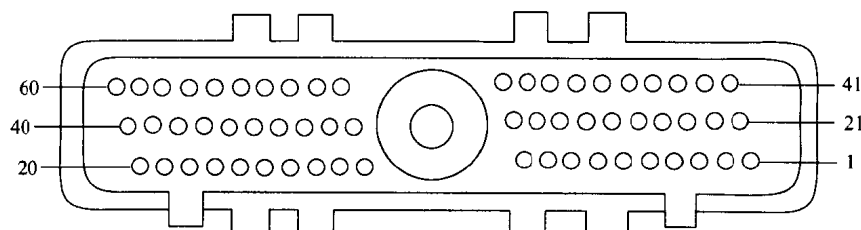

图 1-2
(1) 2.3L 发动机 (图 1-2)
(1) 加热型氧传感器应从“浓”(红色发光二极管)切换到“稀”(绿色发光二极管)或从“稀”(绿色发光二极管)切换到“浓”(红色发光二极管),每3s至少一次。加热型氧传感器电压值应该在0.45DCV上下波动,不为负值。 (2) 打开空调。(3) 监视器处于DCV手动模式,参考引脚处于电源接地电路(40/60)。(4) 转动转向盘。(5) 打开散热器风扇。
(2) 3.0L 自动变速器 (图 1-2)
(1) 加热型氧传感器应从“浓”(红色发光二极管)切换到“稀”(绿色发光二极管)或从“稀”(绿色发光二极管)切换到“浓”(红色发光二极管),每3s至少一次。加热型氧传感器电压值应该在0.45DCV上下波动,不为负值。 (2) 打开空调。(3) 转动转向盘。(4) 监视器处于DCV手动模式,参考引脚处于电源接地电路(40/60)。(5) 打开高速散热器风扇。(6) 打开低速散热器风扇。
(3) 3.0L 手动变速器 (图 1-2)